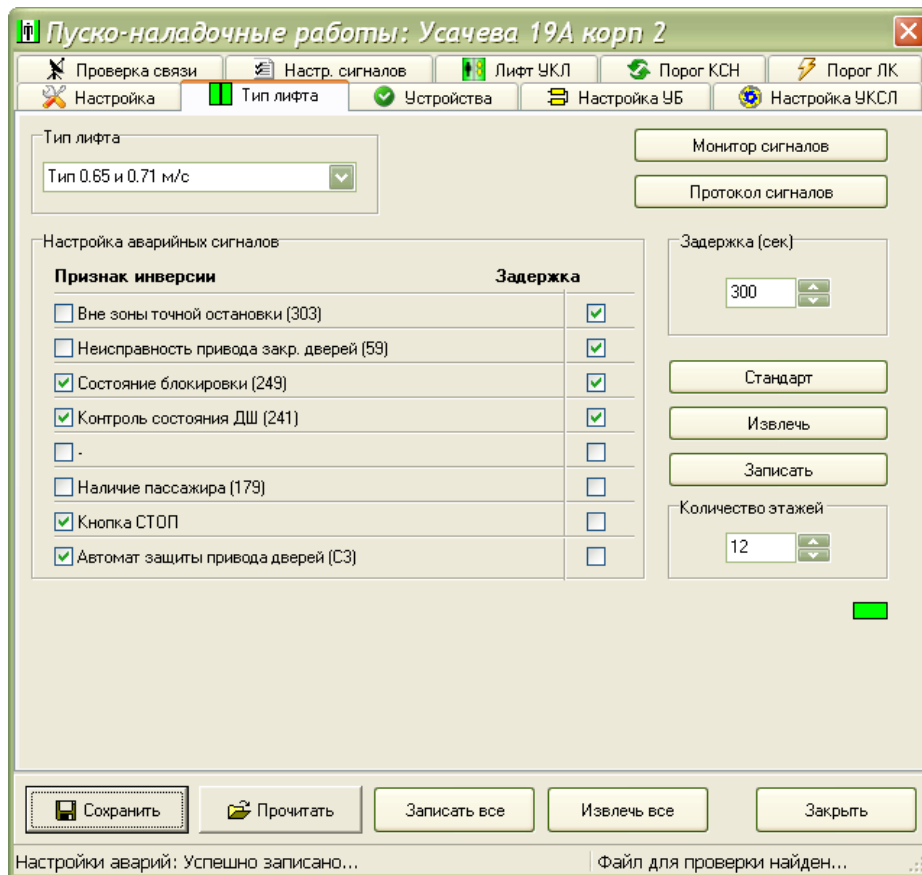

Рисунок 58
3) На вкладке «Тип лифта» окна «Пусконаладка» выбрать из списка тип лифта, подключенного к лифтовому блоку (рисунок 58). Установить типовые настройки аварийных сигналов выбранного лифта кнопкой «Стандарт».